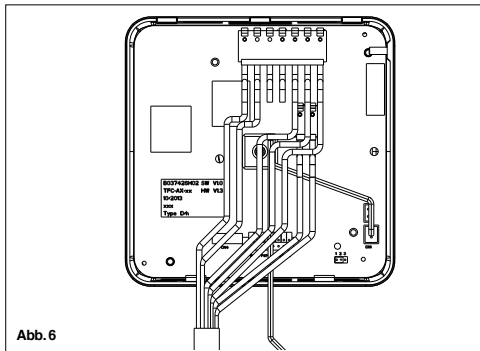
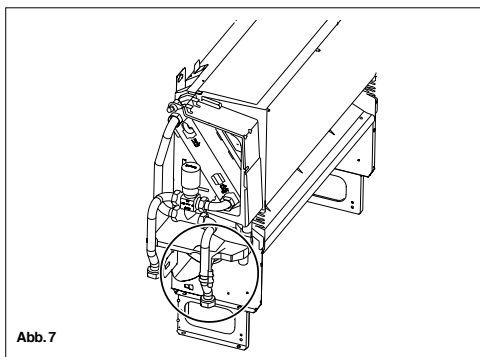

Abb. 6
Abb. 7
Die Steuerung öffnen, indem man die geeignete Schließschraube ⑥ (siehe Abb. 6). Den Sensor verbindersseitig an der elektronischen Platine am Verbinder ⑦ (siehe Abb. 6) anschließen. Das andere Ende mittels der mitgelieferten Schellen an die Wassereingangsleitung (siehe Abb. 7) anschließen. Diese Operation vervollständigen, indem man die Rohrleitung unter Anwendung des beigegebenen Isolierbandes sorgfältig isoliert.